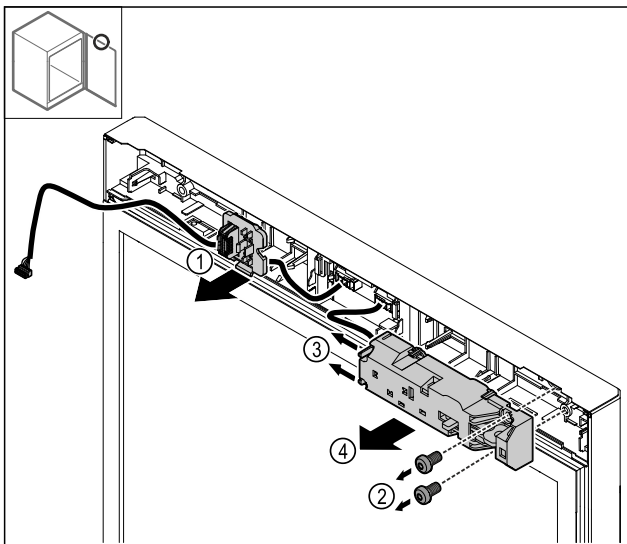

Fig. 22
- ▶ Steckerhalterung Fig. 22 (1) ausrasten.
- ▶ Schrauben Fig. 22 (2) entfernen.
- ▶ Rastnasen Fig. 22 (3) zur Seite drücken und elektrisches Schloss Fig. 22 (4) abnehmen.